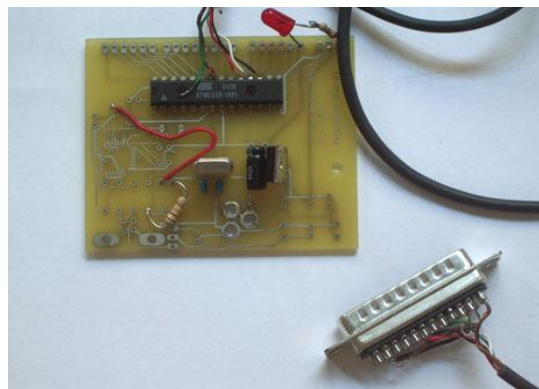

Fig. 1
- El primer prototipo fue desarrollado en el instituto IVRAE pero aún no se llamaba Arduino. Para la producción en serie de la primera versión se tomaron en cuenta algunas consideraciones: Economía (no > a 30 Euros), debía ser Plug and Play, utilizaron el color azul para marcar una diferencia con las placas convencionales, trabajar en todas las plataformas (Mac, Windows y Linux). Como se muestra en la **fig.1**